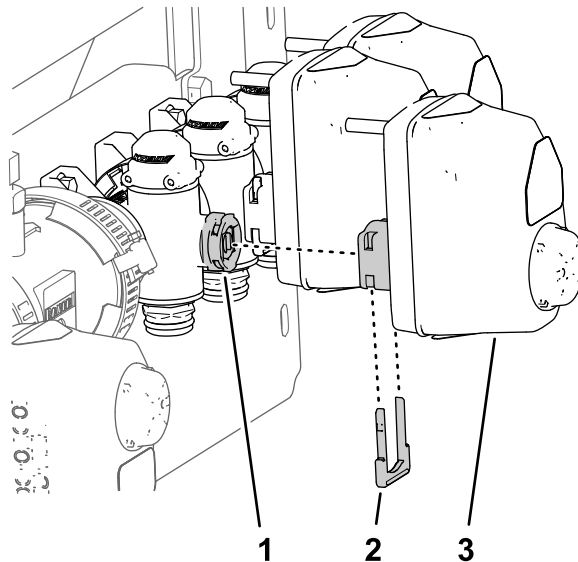

Figura 51
8. Alinee el acoplamiento del actuador de la válvula de sección que retiró en el paso 2 de Retirada del actuador de la válvula (página 25) con el orificio del vástago del distribuidor (Figura 51).
9. Sujete el actuador de la válvula de sección al distribuidor con una de las horquillas de retención (Figura 51) que retiró en el paso 1 de Retirada del actuador de la válvula (página 25).